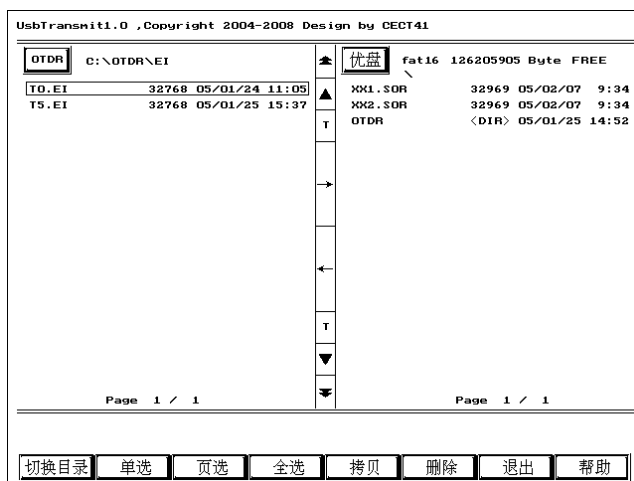

图 19 U 盘传输显示界面
- 点击【USB 传输】，则将进入 USB 传输界面。如图 19 所示。通过 USB 接口可在 OTDR 和 U 盘之间互传文件。传输完毕后，点击【退出】键，则将返回到 OTDR 主程序。